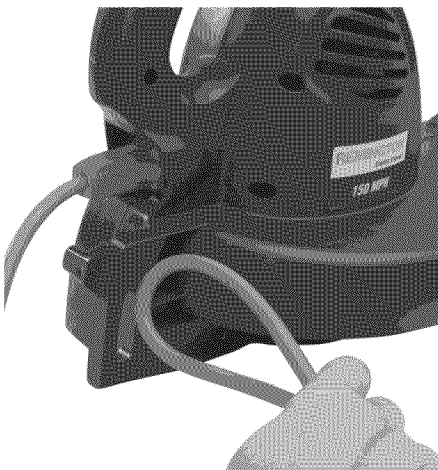

Figure 4 - Inserting extension cord loop through cord slot
2. Formez une boucle dans la rallonge, puis insérez cette boucle dans la rainure du boîtier de la souffeuse. (voir la Figure 4, la page 29).